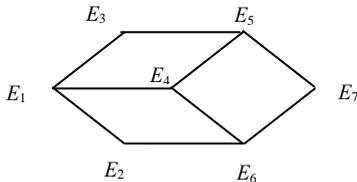
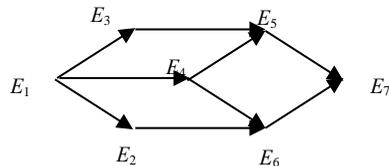

Рис. 3.5. Неориентированный граф
Рис. 3.6. Орграф
**Задача 3.5.** Построить матрицу смежности вершин для неориентированного графа (рис. 3.5) и орграфа (рис. 3.6).